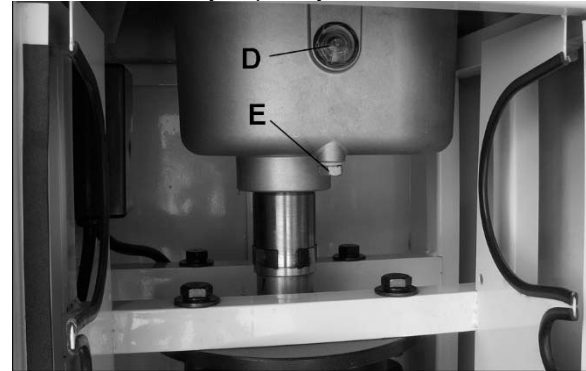

Рис. 15
Периодически проверяйте уровень масла по смотровому стеклу (D, Рис. 15) – уровень масла должен доходить до середины стекла.
2. Открутите сливную пробку (E, Рис. 15) с помощью 14 мм гаечного ключа. Полностью слейте отработанное масло. Закрутите сливную пробку.